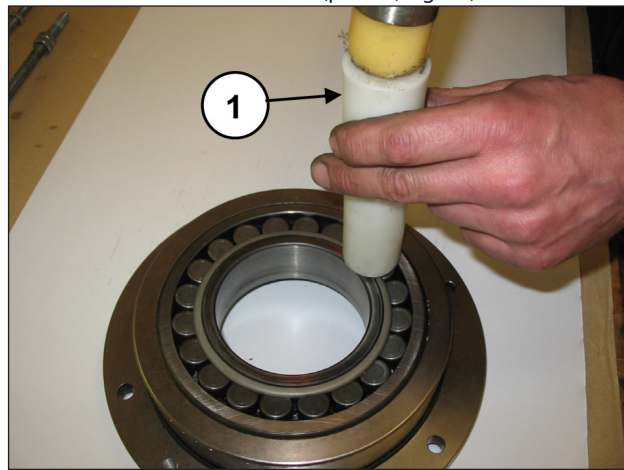

Fig. 25
Separare il coperchio portacuscinetto dal cuscinetto mediante l'utilizzo di una massa battente (pos. ①, Fig. 25).